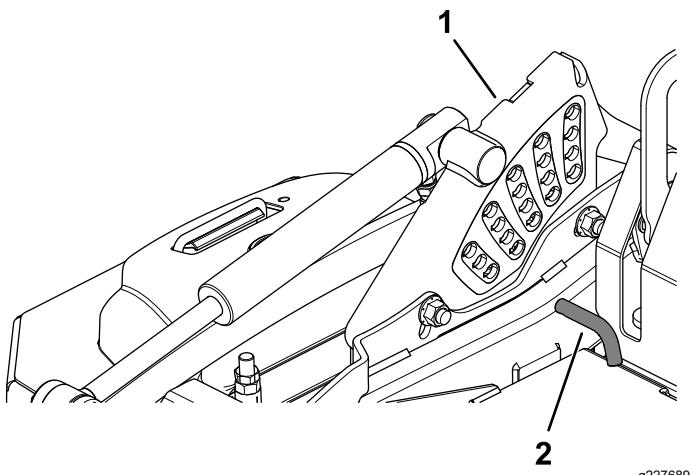

Рисунок 25
2. Поверните штифт регулировки высоты скашивания так, чтобы цилиндрический штифт внутри него совпал с прорезями в отверстиях кронштейна высоты скашивания, затем извлеките штифт (Рисунок 25).
3. Вставьте штифт регулировки высоты скашивания в отверстие, соответствующее нужной высоте скашивания (Рисунок 25).
- См. информацию о значениях высоты скашивания на наклейке, расположенной на боковой стороне пластины подъема деки (Рисунок 25).